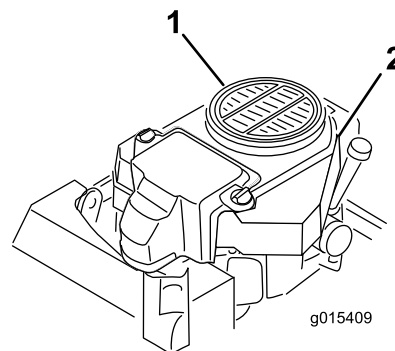

Figure 61
3. Déposez la grille d'entrée d'air et le boîtier du ventilateur (Figure 61).
5. Remettez la grille d'entrée d'air, le lanceur et le boîtier du ventilateur (Figure 61).